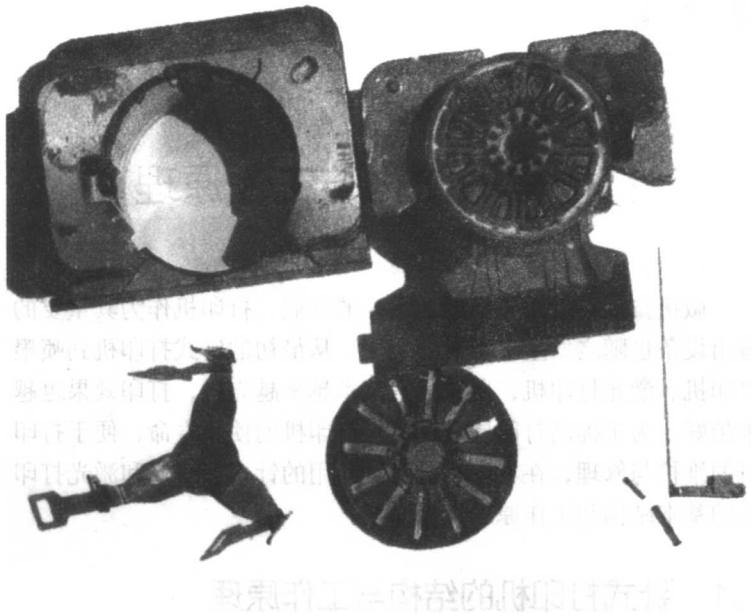

图 1-1 LQ—1600K 打印机的打印头外观
1. 印字机构：即打印机的打印头部分。由于型号的不同，其结构也有所差异，但其基本结构大体相同，大都由外壳、连接电缆、打印针驱动线圈及针组件、制动板、导针板等几十个部件构成。图 1-1 所示为 LQ—1600K 打印机的打印头外观和拆开后的打印头。其中外壳主要起保护和散热作用，大多由散热性能较好的铝制品制成。针组件大致由衔铁、打印针、恢复弹簧等组件组成，不同型号的打印机其针组件构成及数量亦不同，如 LX—800 打印机有 9 组针组件，M1724、AR—3240 型打印机则有 24 组针组件，LQ—1600K 打印机也有 24 组针组件，但其中包括长针、短针各 12 组。导针板的数量和形状也因型号不同而不同，但几乎所有的打印头靠近衔铁的导针板出针孔都为圆形分